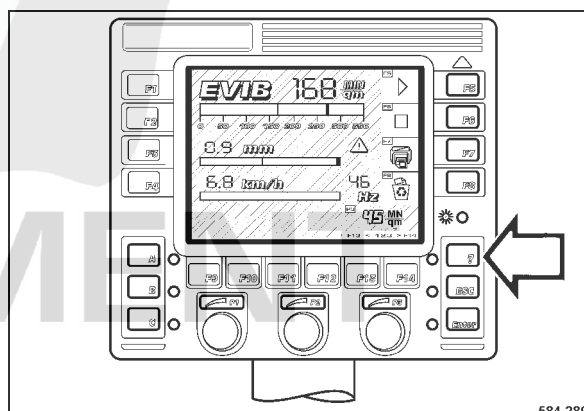

Fig. 83
- Appuyer sur la touche "?" (Fig. 83) pour passer sur l'écran des menus.